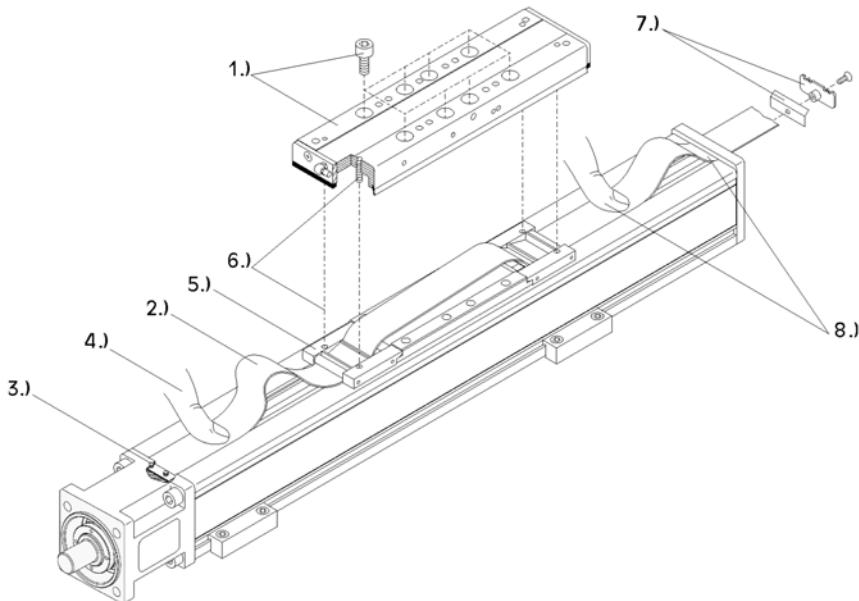

Figure 17: Remplacement de la bande de recouvrement
1. **Figure 17:** Enlever les vis de fixation du chariot et soulever le chariot complet verticalement par le haut, avec précaution. **Attention :** les presse-bande devraient rester sur le profilé tubulaire !